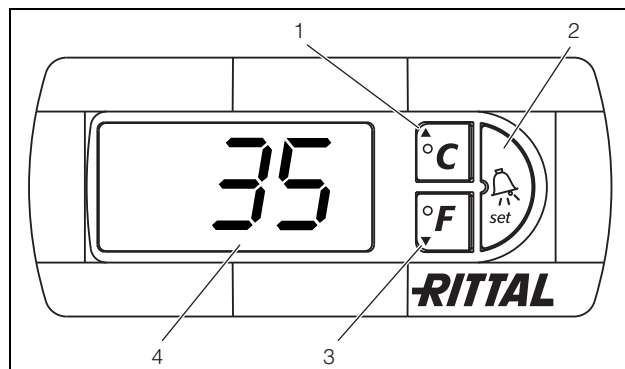

Bild 24: e-comfortcontroller
e-comfortcontrollern har en 7-segmentsdisplay (bild 24, nr. 4). Efter att strömförsörjningen kopplats in visas den aktuella mjukvaruversionen och det aktiverade Eco-läget under de första 2 sekunderna. Därefter ett förinställt alternativ (t. ex. t10) resp. temperaturen.
Programmering av apparaten görs via knapparna 1 – 3 (bild 24) Parametrarna för detta visas likaså på displayen.
- Tryck samtidigt på knapparna 1 och 2 (bild 24) i minst 5 sekunder.
Med knapparna 1, 2 och 3 (bild 24) kan du ändra 24 parametrar inom angivna områden (minimivärde, maximivärde).